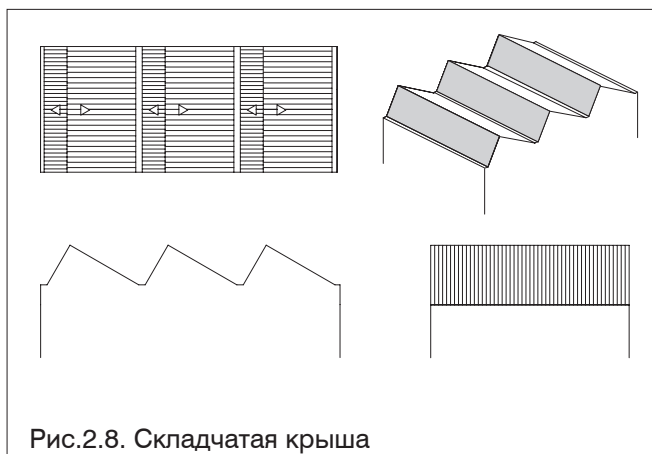

Рис.2.8. Складчатая крыша
- **Складчатая крыша** (рис.2.8.) образуется от соединения различных треугольных элементов – складок.